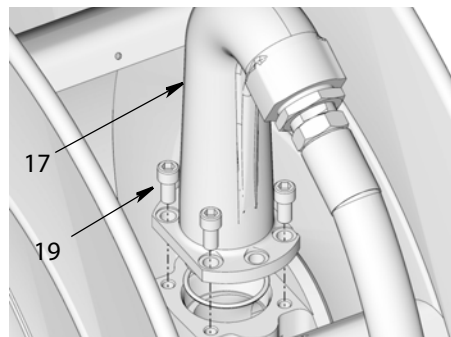

FIG. 34
2. Извлеките болты (19) и выпускной патрубков (17) из барабана (FIG. 34).